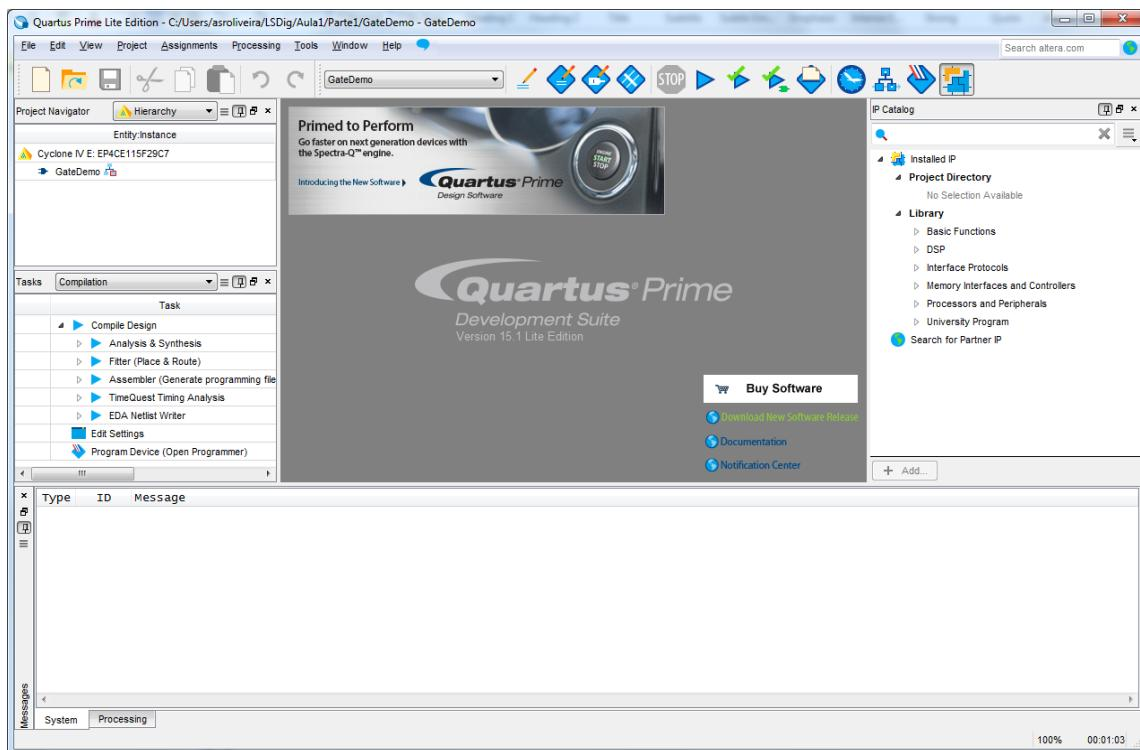

Figura 10 – Aspetto do “Quartus Prime” IDE após a criação do projeto.
**2.** Após premir “Finish” o IDE “Quartus Prime” deve apresentar o aspeto da Figura 10.